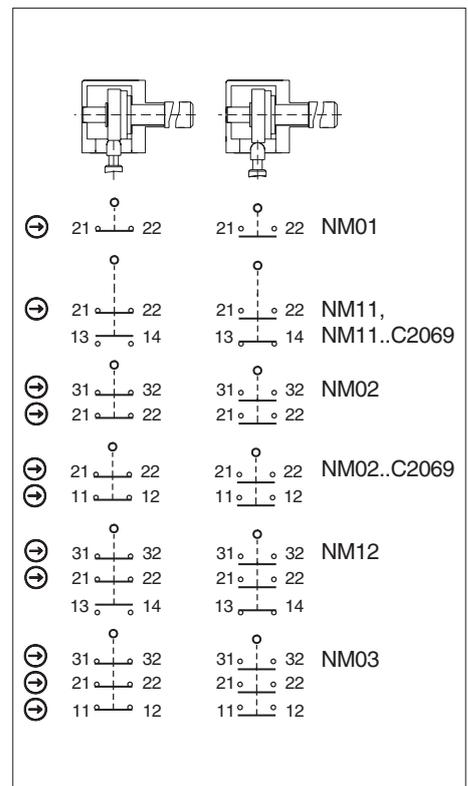

Figura 3: Elementos interruptores y funciones de conmutación
Debe usarse como mínimo un contacto (↔). Este señala la posición del resguardo de seguridad (para la asignación de contactos, consulte la Figura 3).
3. Apriete las conexiones y bornes 0,5 Nm (para la asignación de contactos, consulte la Figura 3).